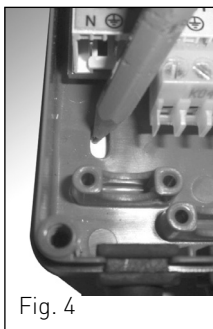

Fig. 4
- Marcar la posición de los dos tacos (fig. 4), agujerear la pared y colocar los tacos.